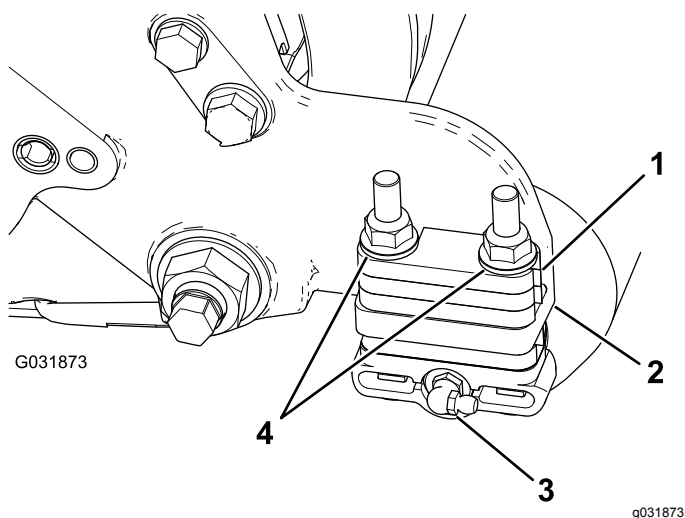

図 8
- グリスフィッティング 90度を後ろ向きに取り付ける 図 8。
- 各ローラブラケットをサイドプレートに固定している 2本のフランジロックナットとワッシャを外す 図 8。